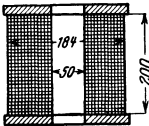

Abb. 2.
**23.** Eine Spule (Abb. 2) hat einen inneren Durchmesser von 50 mm, einen äußeren von 184 mm. Sie ist mit einem 2 [1,5] mm dicken Kupferdraht (ohne Isolation gemessen) bewickelt, dessen Widerstand 4,41 [15,8]  $\Omega$  beträgt. Gesucht wird: